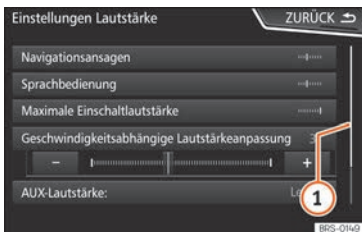

Abb. 178 Listeneinträge eines Einstellungsme-nüs.
Auf der rechten Seite befindet sich die Scroll-Leiste, deren Größe von der Anzahl der Listeneinträge abhängt » **Abb. 178** ①.